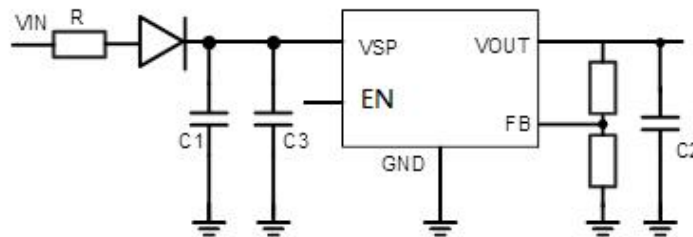

图 5-1 BST6010L2 单通道应用电路
2) 图 5-1 给出了一种典型应用电路。为了确保控制环稳定，BST6010L2 输出端需要一个容值至少 2.2uF、ESR 最大 4R 的输出电容,其中钽电容和多层陶瓷电容都合适。
4) 为了缓冲电源线影响，可在图 5-1 所示的应用电路中的输入端增加了一个 470uF 的电解电容 C3。特别是器件由几米长的电源线供电，则推荐增加该电容。